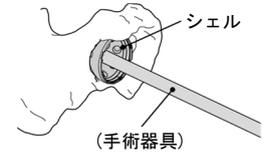

図2
- 決定したサイズのシェルを寛骨臼に設置する(図2)。貫通孔を有するシェルを寛骨臼にスクリュー固定する場合には、シェルの設置後、スクリューホール用のドリリングを行い、スクリューで固定する。